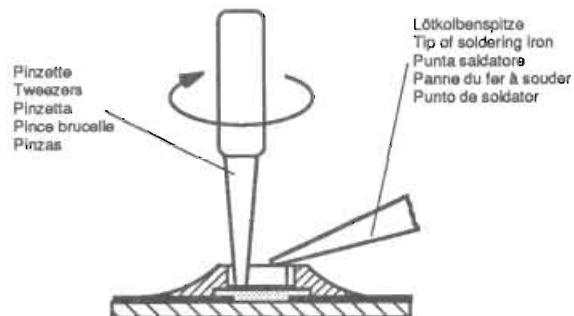

Fig. 2
2. Schritt: CHIP-Enden, bzw. das komplette CHIP-Bauteil erwärmen. CHIP von der Klebung ohne Kraftaufwand abdrehen, damit unter dem CHIP liegende Leiterbahnen nicht abgerissen werden (Fig. 2).
2. step: Warm up the ends of the CHIP or the whole CHIP component and remove the CHIP from the adhesive by turning it without application of force so that the tracks beneath the CHIP do not break (Fig. 2).
2. Chauder légèrement les contacts externes du composant CMS ou le composant lui-même. Retirer ce dernier avec précaution en le tournant afin d'éviter un arrachement des circuits imprimés situés sous le composant (Fig. 2).